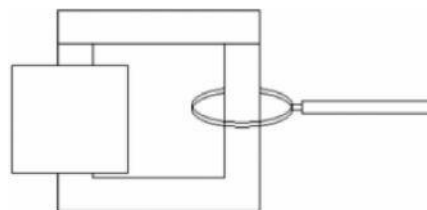

Fig. 1: Schematische Darstellung eines Induktionsofens
- Versuchsaufbau gemäß Fig. 1.